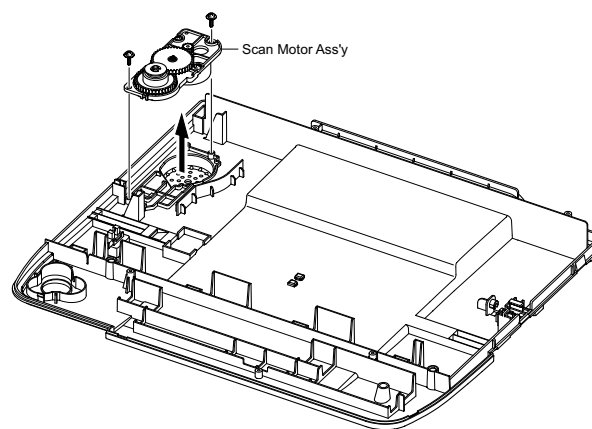

Рисунок 5
8. Выкрутите два винта крепления узла двигателя сканера и снимите его, рисунок 5.